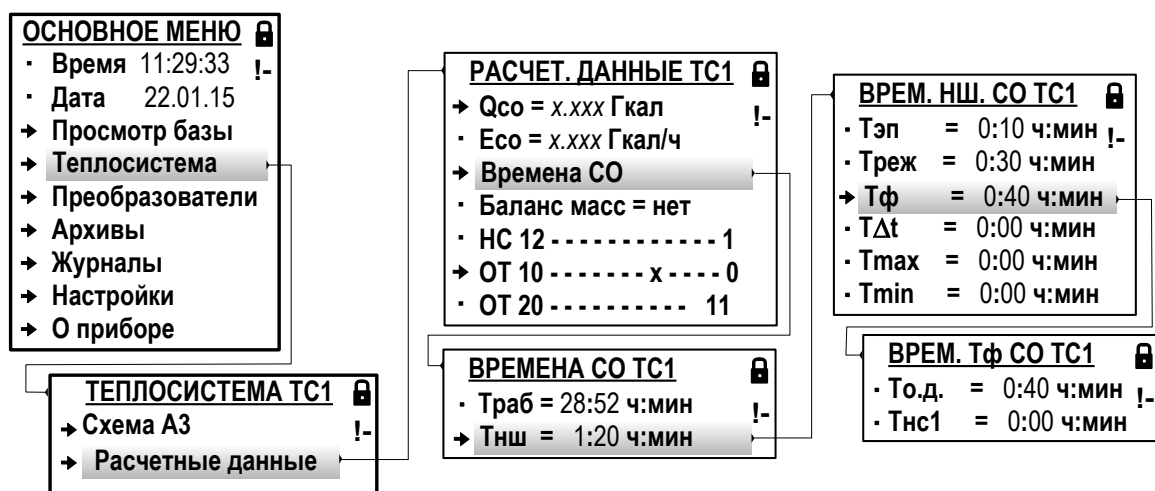

Рис.41. Вид окон индикации временных параметров в системе отопления (режим РАБОТА).
- Теплосистема / Расчетные данные / Времена СО (рис.41);
Обозначение временных параметров (рис.41):